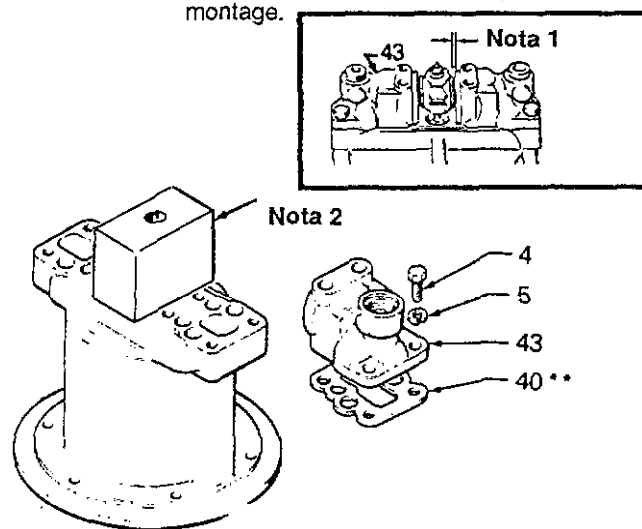

Fig 7-1
13. Vérifier l'écartement une nouvelle fois en posant l'outil d'écartement de soupapes à proximité du collecteur. Voir Fig. 7.1.